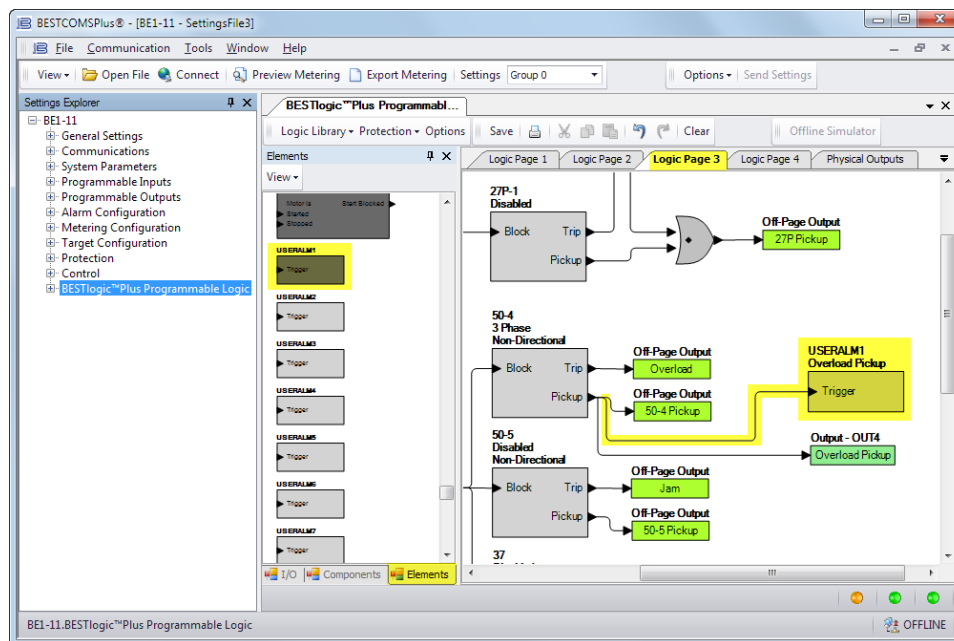

Figura 2-15. Programación de la alarma de usuario 1 de BESTlogicPlus
Paso 11: En este paso, la salida Activación del elemento 50-4 está conectada a la Alarma de usuario 1. Cuando la salida Activación del elemento 50-4 es verdadera, la etiqueta de la alarma de usuario se muestra en la pantalla Alarmas en el panel frontal y en el informe de falla y/o en el informe de secuencia de eventos. La etiqueta se llama Paso 13. Haga clic en la pestaña de la página 3 de Lógica y luego haga clic en la pestaña Elementos en la parte inferior. Ubique el elemento Alarma de usuario 1. Haga clic y arrastre USERALM1 sobre el diagrama de la lógica. Haga clic en la salida Activación del elemento 50-4 y arrástrela hacia la entrada USERALM1 para establecer la conexión. Consulte la Figura 2-15.